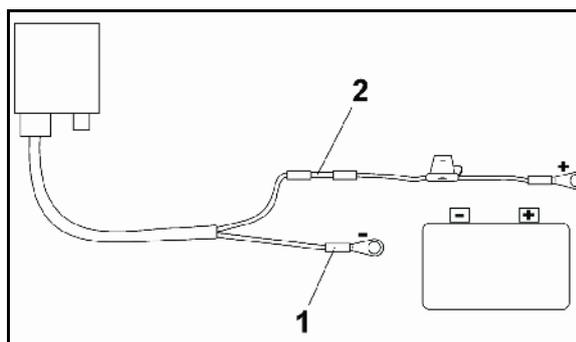

Fig. 4
4. Introdurre il filo blu del cavo (massa) nella linguetta circolare libera (Fig. 4/1).
6. Introdurre il filo marrone del cavo (+ 12 volt) nell'estremità libera del connettore di testa (Fig. 4/2)
8. Restringere il connettore di testa (Fig. 4/2) mediante una fonte di calore (accendino o phon), sino a fare fuoriuscire la colla